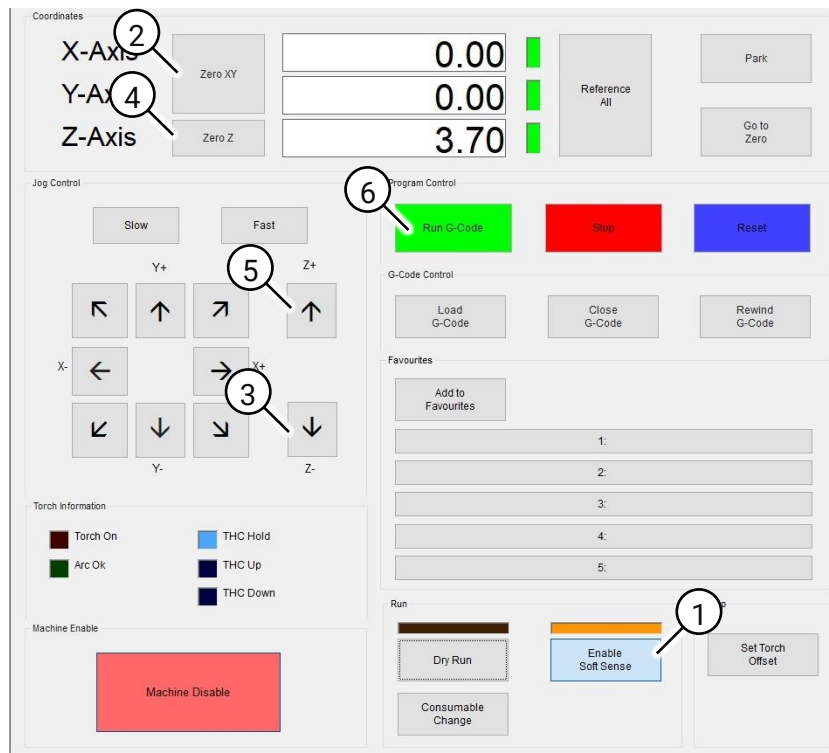

Fig. 72 Kokerprofiel snijden
3.1 Klik op 'Disable Soft Sense' (Fig. 72 (1)).
- 3.2 Beweeg de snijtoorts naar de startpositie en klik op 'Zero XY' (Fig. 72 (2)).
- 3.3 Klik op de Z-knop (Fig. 72 (3)) om de snijtoorts te laten zakken tot op de bovenzijde van het kokerprofiel,
- 3.4 Klik op 'Zero Z' (Fig. 72 (4)). Selecteer het te gebruiken verbruiksartikel voor de snijtoorts en klik op 'OK'. De waarde in het veld 'Z-Axis' wordt 0,00.
- 3.5 Beweeg de toorts een klein stukje omhoog door op 'Z+' (Fig. 72 (5)) te klikken om ruimte te maken voor de initiële bewegingen.
- 3.6 Klik op 'Run G-Code' (Fig. 72 (6)).